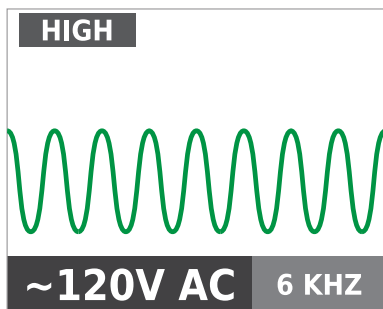

Figura 3.1b
3. Selecione o modo de sinal ALTO para a maioria das aplicações. A tela aparecerá como mostrado na Figura 3.1b.